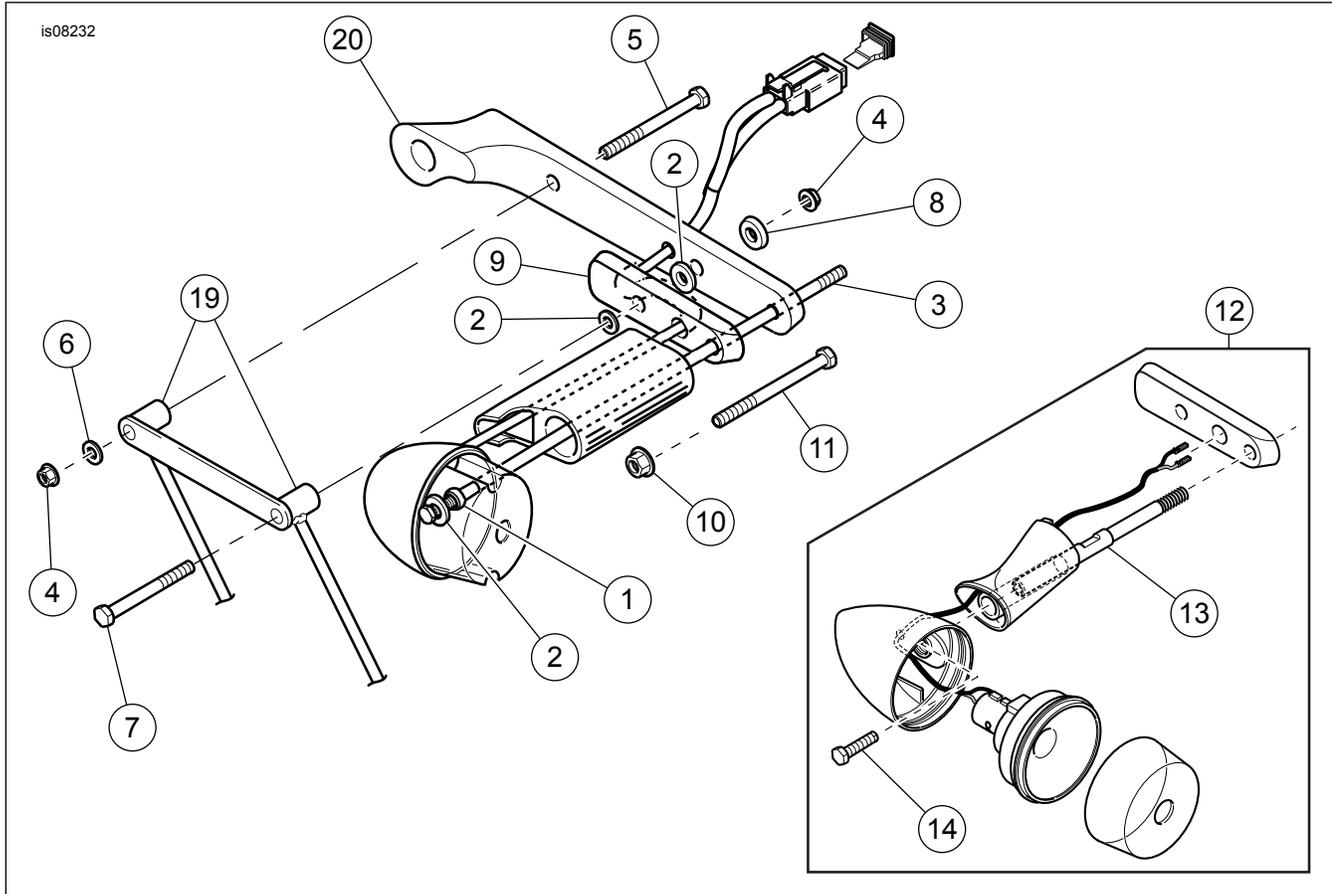

Figura 5. Piezas de servicio (Kit 1 de 3)
5. Vea Figura 5. Instale el perno largo de 4-1/2 pulg. (11) del kit, desde el interior del guardabarros hacia afuera de los agujeros traseros de donde se extrajeron los tornillos con cabeza de botón en el paso 3.
9. Vea Figura 5. Usando un pedazo pequeño de cinta, pegue la arandela (2) del kit a la estructura sobre el agujero del cual se extrajo el espárrago de la señal de giro trasera.
11. Vea Figura 5. **En los modelos de 1994 a 1997**, excepto los modelos Hugger, inserte un perno de 4-1/2 pulg. (11) desde el interior del guardabarros para que salga en el último agujero de la estructura del guardabarros. Déjelo en su posición sin apretarlo. Vea Figura 5. **En los modelos de 1998 a 2001**, usando un taladro con una broca de 13/32 pulg., perfora las roscas a la caja de la señal de giro. Tenga cuidado para no rayar la superficie cromada de la caja de la señal de giro. Coloque la arandela (2) y el buje (1) en el perno de 4-1/4 pulg. (3) cerca de las roscas. Instale el perno a través de la caja de la señal de giro. El buje debe quedar al mismo nivel que el saliente interior de la caja de la señal de giro. **Para los modelos de 2002 y 2003 y posteriores**, vea el paso 13.
12. Vea Figura 5. **En los modelos de 2001 y anteriores**, inserte el cable de la luz de la señal de giro trasera a través del agujero central de la almohadilla de reubicación, a lo largo de canal en el interior de la almohadilla y a través del tercer agujero de la parte posterior de la cubierta del soporte del guardabarros. Pase el cable de vuelta a lo largo del interior de la cubierta del soporte del guardabarros y vuelva a pegarlo con cinta en la parte trasera de la cubierta del soporte del guardabarros.
- Vea Figura 5. **En los modelos 1994 a 1997**, instale en el guardabarros la señal de giro trasera con la almohadilla de reubicación y la cubierta del soporte del guardabarros, usando el perno de 4-1/2 pulg. (11) insertado a través de la parte trasera del guardabarros (paso 11). Apriete el perno hasta que ajuste usando la tuerca de seguridad (10) instalada en el perno en el interior de la caja de la señal de giro.
- Vea Figura 5. **En los modelos de 1998 a 2001**, aplique Loctite[®] № 242 (azul) a la rosca del perno de 4-1/4 pulg. (3). Instale en el guardabarros la señal de giro con la almohadilla de reubicación (9) y la cubierta del soporte del guardabarros con el perno de 4-1/4 pulg., insertado a través de la caja de la señal de giro en el paso 11.
- Vea Figura 5. **En los modelos de 2002 y 2003**, inserte el extremo con rosca externa del espárrago de montaje de 4 pulg. (13) dentro del agujero en el extremo angosto de la almohadilla de reubicación (9). Sin apretar, coloque la caja y el vástago de la señal de giro en el espárrago de montaje, pasando el cable de la luz a través del agujero central en la almohadilla de reubicación, a lo largo del canal en el interior de la almohadilla y a través del tercer agujero en la parte posterior de la cubierta del soporte del guardabarros.
- Aplique Loctite[®] № 242 (azul) a la rosca exterior del espárrago de montaje. Inserte el espárrago de montaje a través de la cubierta del soporte del guardabarros y dentro del soporte del guardabarros. Con una llave de punta y corona de 5/16 pulg. en la sección plana del espárrago de montaje, apriete el espárrago en el soporte del guardabarros a 16,3 N·m (12 lb-pie). Instale el tornillo de casquete hexagonal (14) dentro de la caja de la señal de giro y apriete a 12 N·m (9 lb-pie) dentro del espárrago de montaje (13). Firmemente tire del cable de la luz a través del soporte del guardabarros. Recubra el aislador del conjunto de la bombilla de caucho con un lubricante adecuado. Esto facilitará la instalación del conjunto en la caja de la señal de giro. Presione el conjunto de la bombilla de luz uniformemente en la caja de la señal de giro hasta que se asiente debajo de la ranura de la cubierta del lente.
- Vea Figura 5. **En los modelos de 1994 a 1997**, instale la luz de la señal de giro en la almohadilla de reubicación con el perno de 4-1/2 pulg. (11) insertado a través del guardabarros (paso 11). Apriete el perno hasta que ajuste usando la tuerca de seguridad (10) instalada en el perno en el interior de la caja de la señal de giro.
- Vea Figura 5. **En los modelos de 1998 a 2001**, instale el conjunto de la señal de giro en la almohadilla de reubicación (9), usando el perno de 4-1/4 pulg. (3) insertado a través de la caja de la señal de giro en el paso 11. Apriete el perno hasta que ajuste.
- Aplique Loctite[®] № 242 (azul) a la rosca externa del espárrago de montaje. Inserte el espárrago de montaje a través de la cubierta del soporte del guardabarros y dentro del soporte del guardabarros. Con una llave de punta y corona de 5/16 pulg. en la sección plana del espárrago de montaje, apriete el espárrago en el soporte del guardabarros a 16,3 N·m (12 lb-pie). Instale el tornillo de casquete hexagonal (14) dentro de la caja de la señal de giro y apriete a 12 N·m (9 lb-pie) dentro del espárrago de montaje (13). Firmemente tire del cable de la luz a través del soporte del guardabarros. Presione el conjunto de la bombilla de luz uniformemente en la caja de la señal de giro hasta que se asiente debajo de la ranura de la cubierta del lente.
14. Vea Figura 5. **En los modelos de 1994 a 1997**, apriete el perno de 4-1/2 pulg. de la señal de giro trasera (11) desde el interior del guardabarros a 16,3 N·m (12 lb-pie). Vea Figura 5. **En los modelos de 1998 a 2001**, apriete el perno de 4-1/4 pulg. de la señal de giro trasera (3) desde el interior de la caja de la señal de giro a 16,3 N·m (12 lb-pie).
2. Vea Figura 5. Inserte el perno de 3-1/2 pulg. (5) a través del guardabarros, el soporte del guardabarros y la parte delantera de la pieza de soporte de la alforja. Con los dedos, apriételo con la tuerca de seguridad (4) y la arandela (6).
3. Inserte el perno (7) a través de la parte trasera de la pieza de soporte de la alforja, el soporte del guardabarros y el guardabarros. Con los dedos, apriételo con la tuerca de seguridad (4) y el espaciador (8) colocados entre el soporte del guardabarros y el guardabarros.